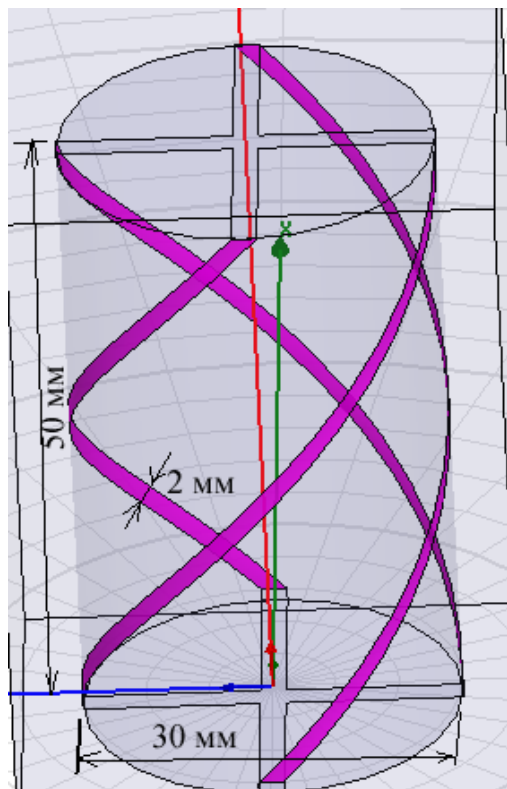
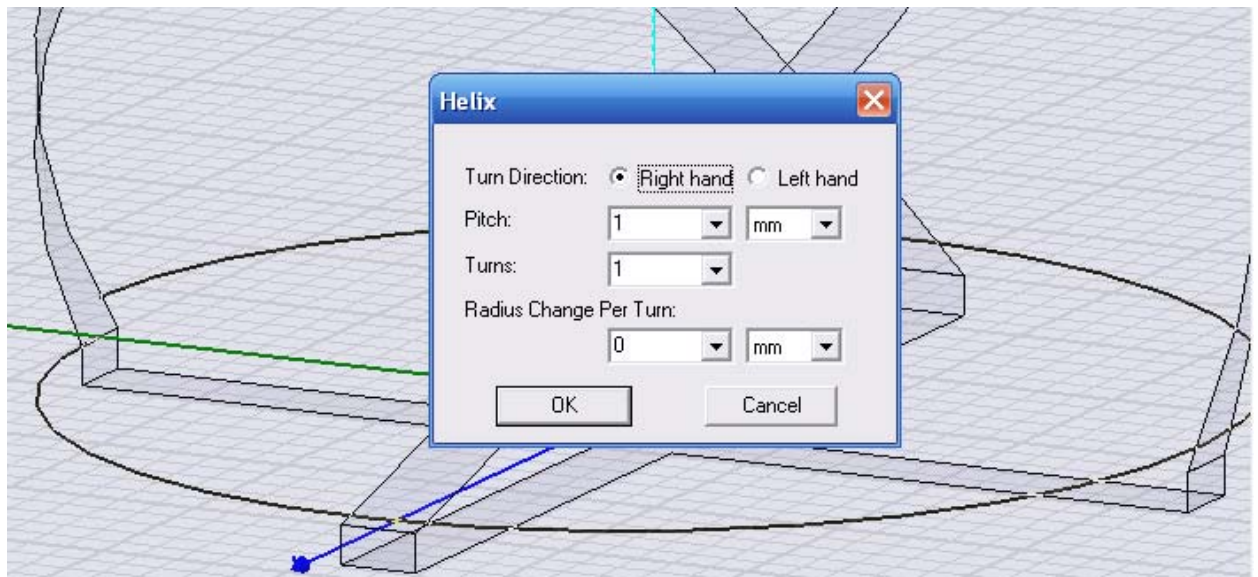

Рис. 12.1. Квадрифулярная антенна с четырьмя источниками питания сдвинутыми на 90 град.
Рис. 12.3. Черчение спирали как элемента квидрифиллярной антенны
- b. Выберите конечную точку нажатием точки или в печатыванием координат относительно начальной точки **dX**, **dY**, и **dZ**. (для нашего случая **dX=0**, **dY=0**, **dZ=30**). Появляется диалог **Helix** (рис. 12.3).
5. В боксе **Pitch**, напечатайте расстояние между каждым витком спирали, и выберите единицы (рис. 12.3). Поскольку количество витков у нас задается равным 0.5, то для того, чтобы высота антенны была 50 мм, как на рис. 12.1.